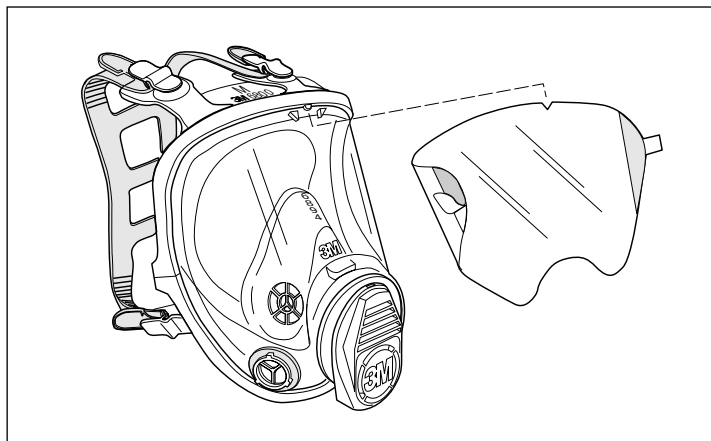

Рис. 12
• Защитная пленка для смотровой линзы 6885 (Рис. 12)